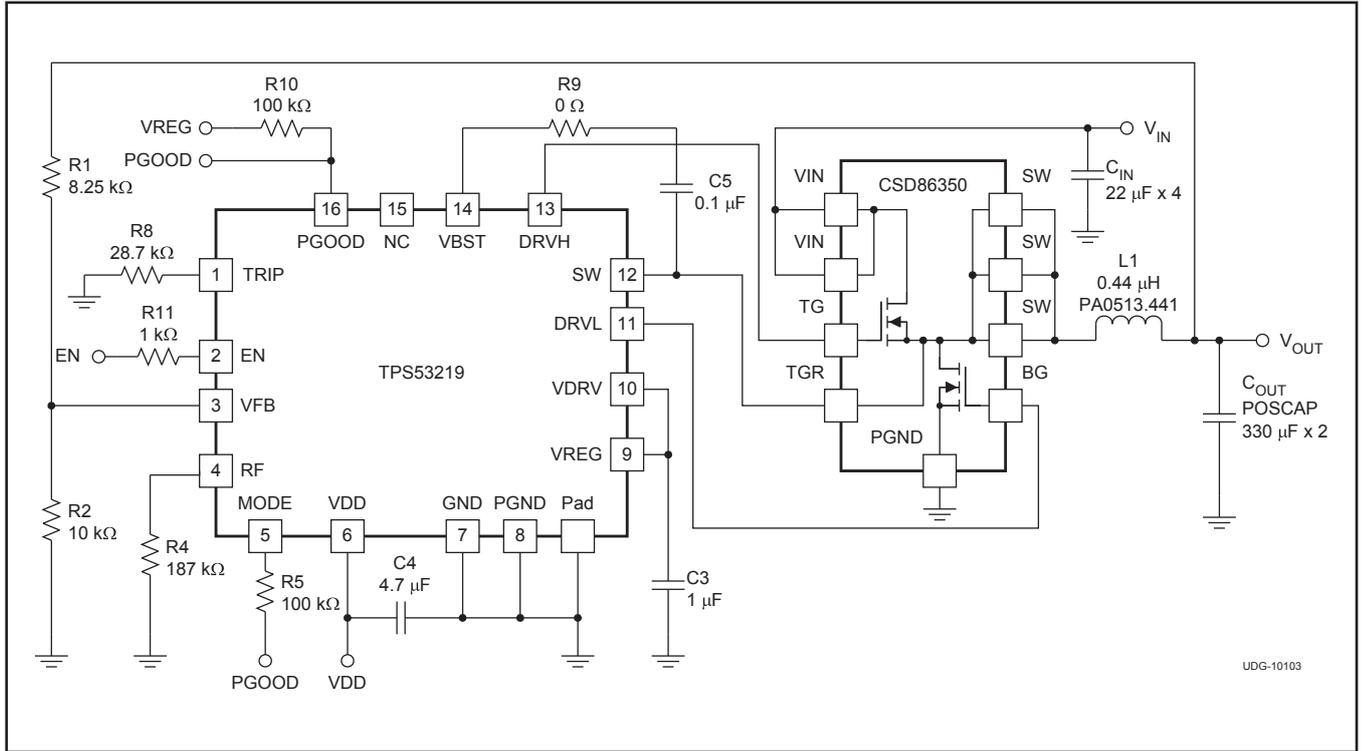
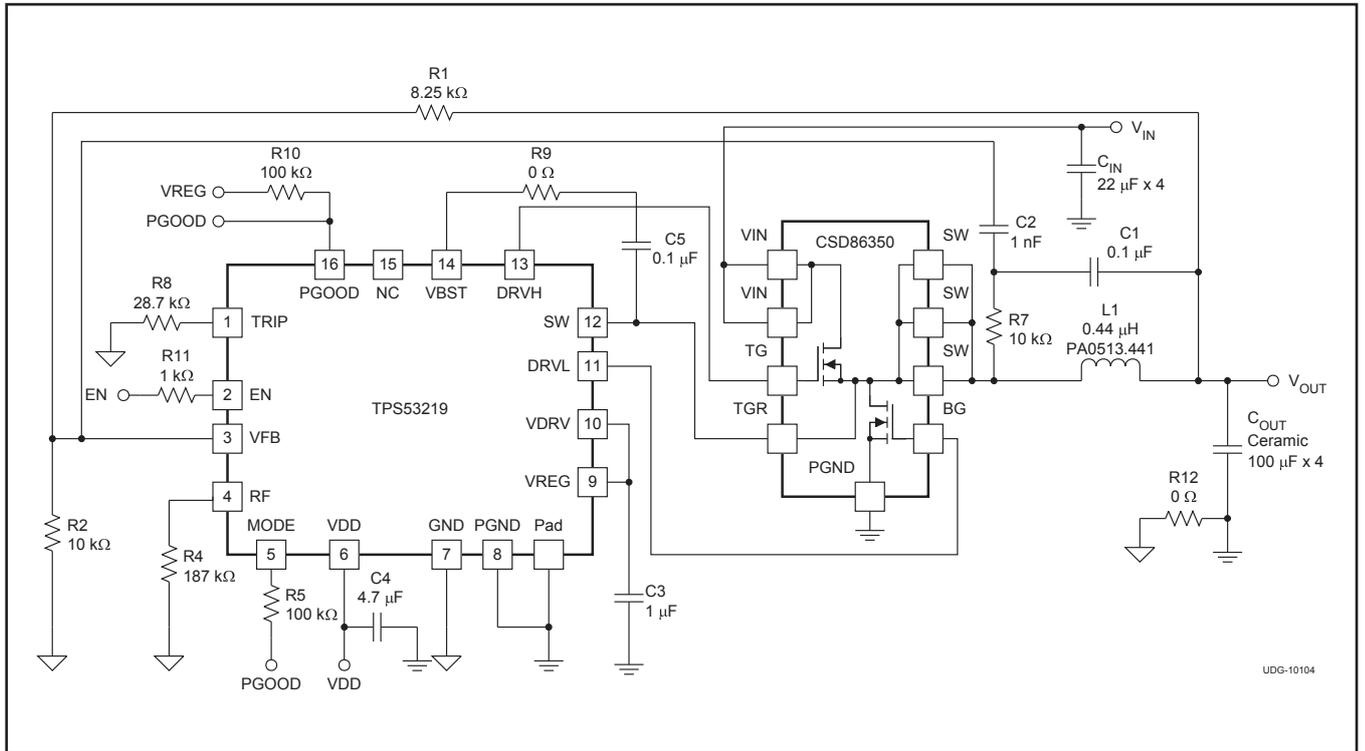

図 17. パワー・ブロックを使用した標準アプリケーション回路図
図 18. セラミック出力コンデンサを使用した標準アプリケーション回路図
(1) 実製品の検査は行っていません。測定条件は、V_{IN} = 12V、V_{OUT} = 1.1V、I_{OUT} = 10Aであり、図17および図18に示す回路を使用しています。
(2) 設計で確認されています。実製品のテストは行っていません。